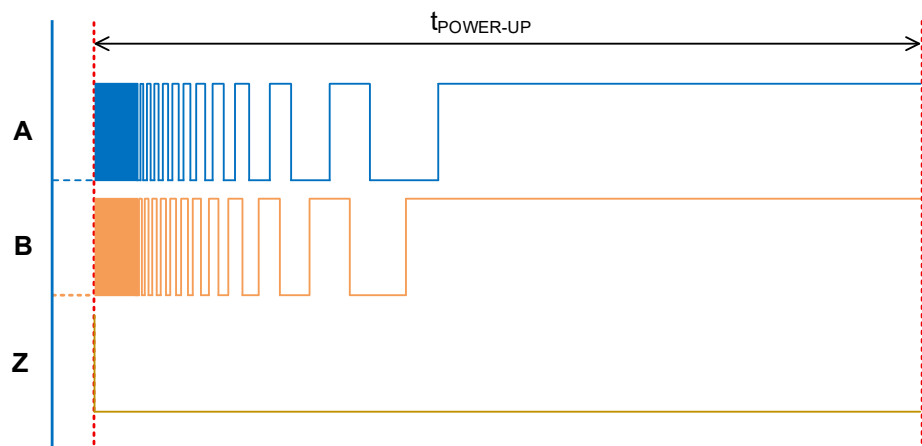

图 12：脉冲序列 1
- 脉冲序列 1：上电期间的标准脉冲输出，如图 12 所示；